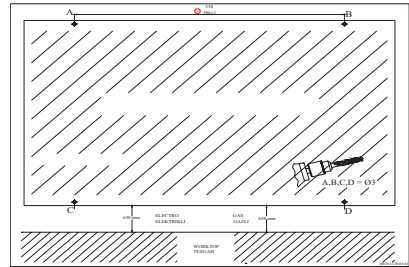

Fig. 6
- Perfore los agujeros A, B, C y D indicados en el esquema de instalación utilizando una broca Ø4 mm. Fig. 6